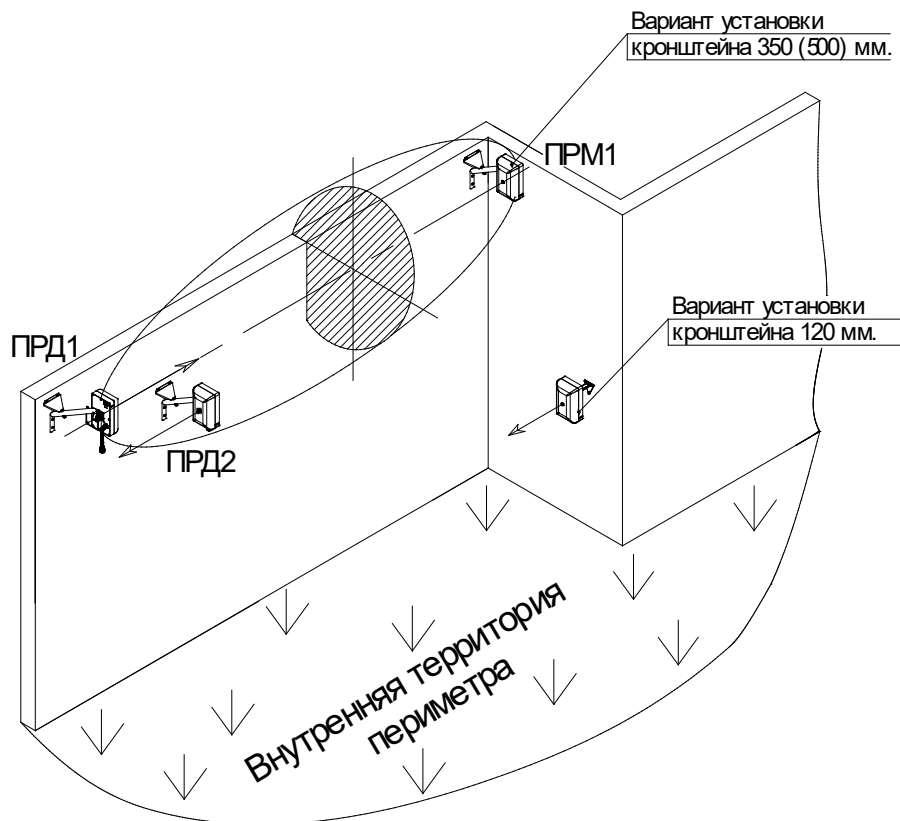

Рисунок 17 – Пример установки извещателя с применением выносных кронштейнов 500, 350, 120 мм
– кронштейн с выносом 350 мм рекомендуется применять, если верхней части ограждения отсутствуют средства физической защиты (далее – СФЗ) (рисунок 17);
– кронштейн с выносом 500 мм рекомендуется применять, если верх ограждения «закрыт» СФЗ (армированная скрученная колючая лента (далее – АСКЛ), армированная колючая лента (далее – АКЛ) и т.п.) (рисунок 17).